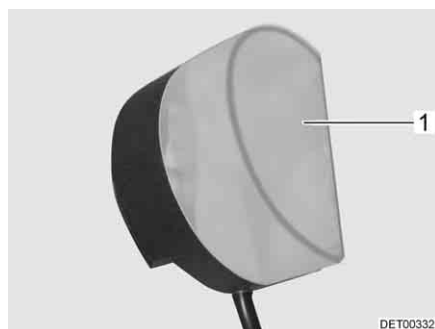

Bild 206 Klädskåpslampa
- Tryck ihop lampkåpan (Bild 206,1) lätt och tag av den.